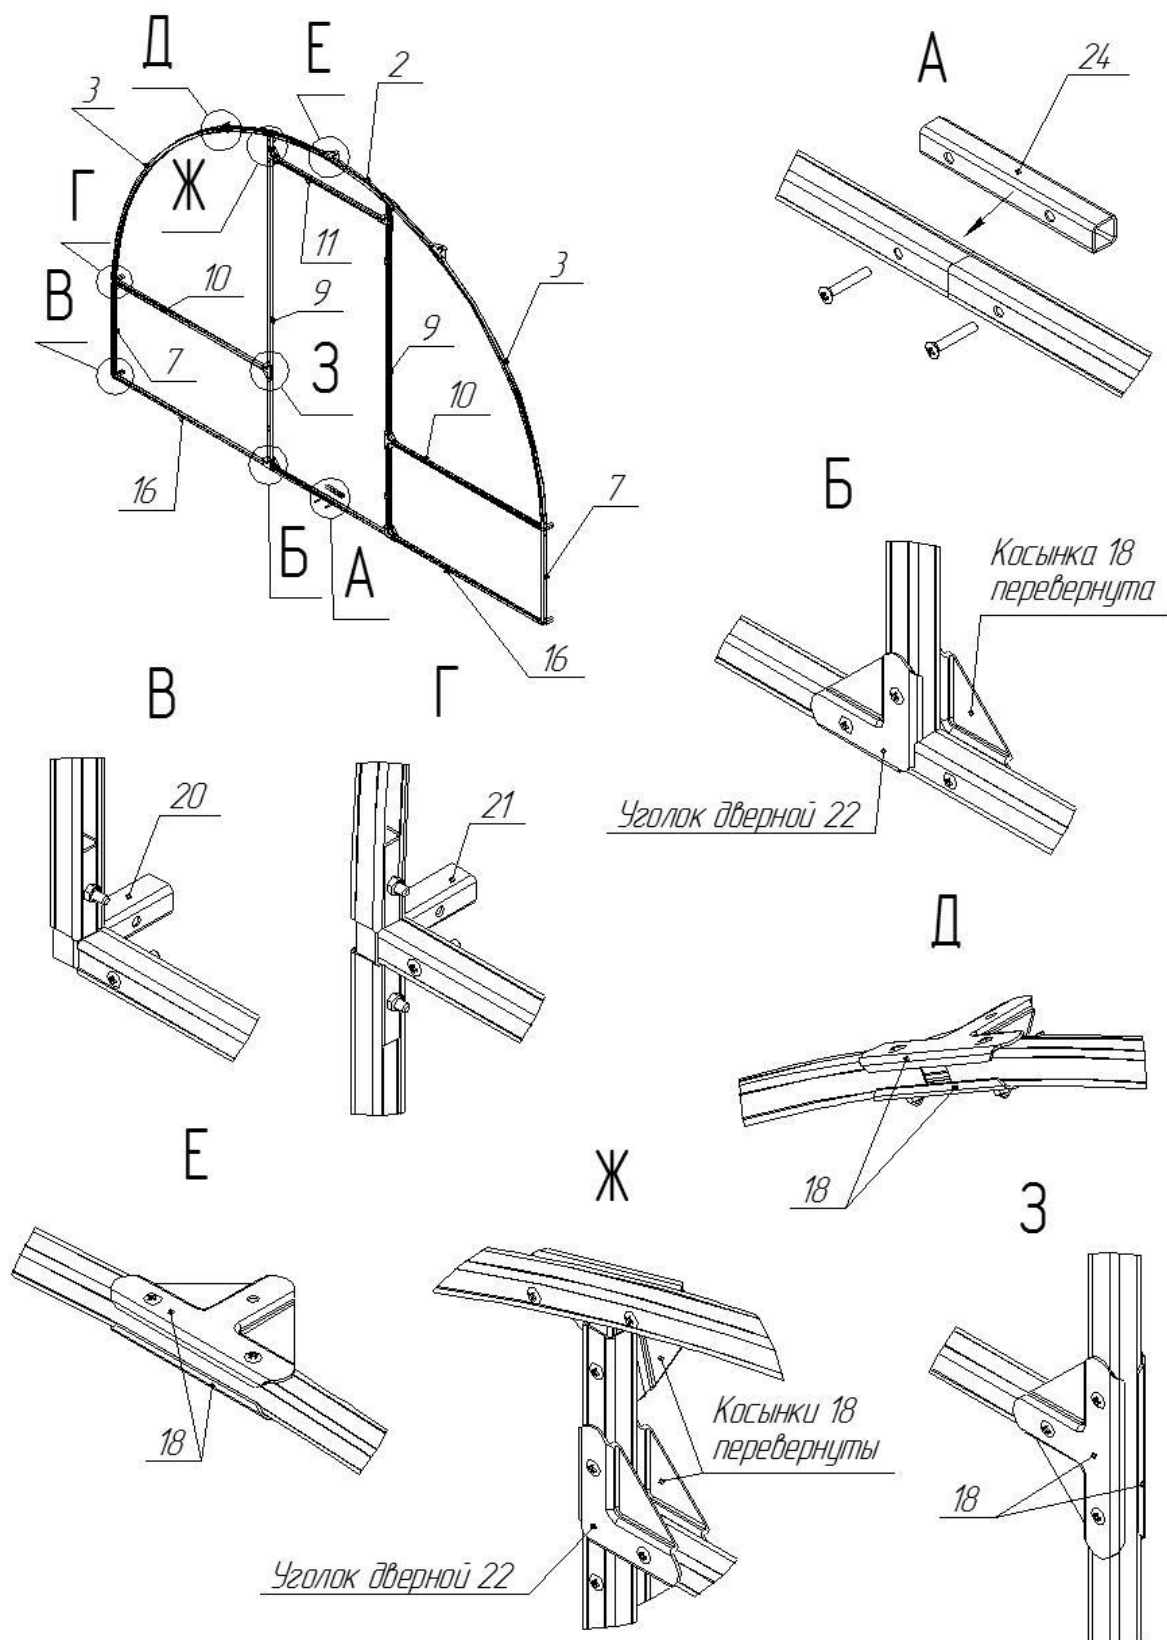

Рис. 1
6.1 Сборку каркаса следует начинать со сборки торцев (рис. 1). Каркас теплицы собирается при помощи винтов М6х40, винты М4х50 предназначены для ручек с задвижками.